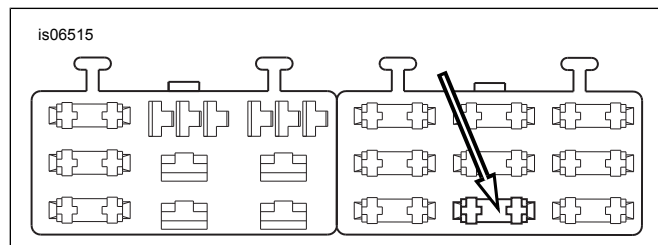

Figura 8. Cavidade do bloco de fusíveis "OPEN" (aberta) (modelos Dyna ano 2004 e posteriores)
4. Consulte Figura 8. Localize a cavidade de fusível indicada como "OPEN" (aberta) na tampa do bloco de fusíveis do bloco de fusíveis do lado direito. Insira o terminal no fio adaptador laranja/branco até parar. Consulte um terminal próximo instalado na fábrica para comparar e para verificar a orientação e a profundidade corretas.